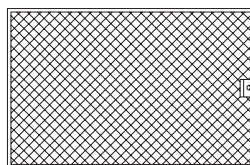

Рис. 3
4. Алюминиевый жирулавливающий фильтр, находящийся под откидной панелью (см. рис. 3).
Дополнительным аксессуаром для вытяжки является угольный фильтр (в комплект не входит, рис. 3а).
Рис. 3а